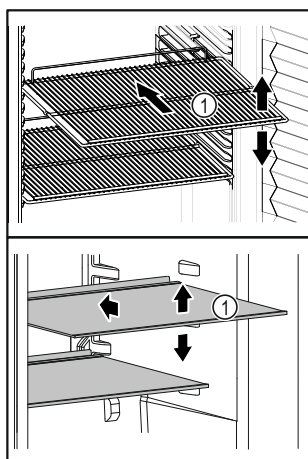

Fig. 20 Immagine a titolo di esempio
- ❑ Se i ripiani Fig. 20 (1) sono spostati, adattare i ripiani in base all'altezza.